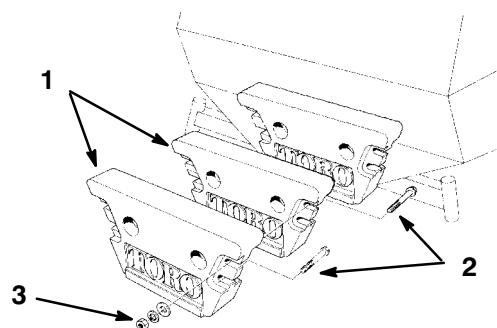

Bild 4
1. Befestigen Sie die beiden (2) Gewichte mit je vier (4) 89-mm-Schrauben an den vorhandenen Gewichten. 1/2" Scheiben, 1/2" Sicherungsscheiben und 1/2" Muttern (Bild 4).